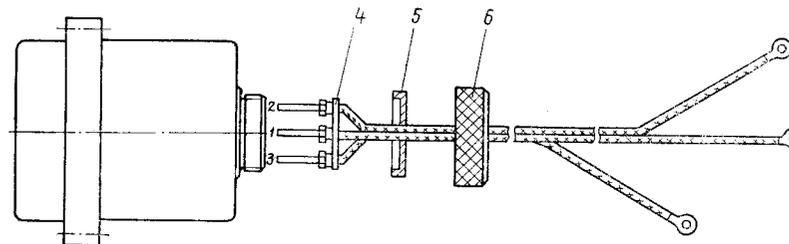

Рис. 91. Крепление счетчика:
1) отверните накидную гайку 6 (рис. 91), выньте втулку с лапками 5 и штепсельную вилку 4;